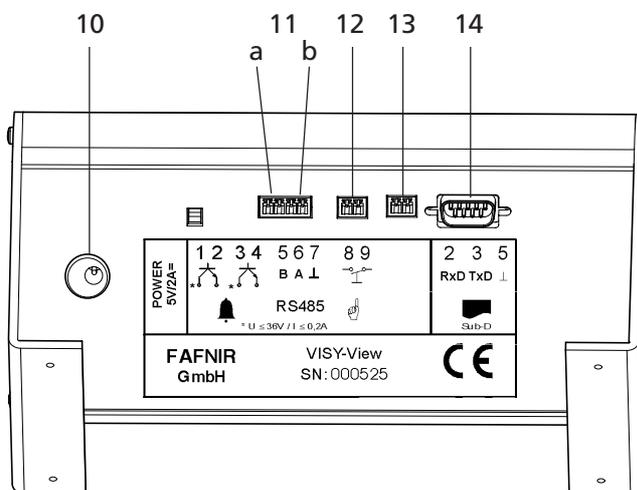

Fig. 2 : Interfaces – VISY-View
La prise de raccordement femelle 13 (cf. figure 2) permet de monter un interrupteur à clé amovible à disponibilité des chauffeurs de camion-citerne, même en cas de fermeture de la station-service. Une rotation répétée de l'interrupteur à clé amovible déclenche l'affichage des données importantes pour les opérations de remplissage réservoir par réservoir. La sélection des trois données parmi toutes les données du réservoir, que l'écran peut afficher, se fait à l'aide du point « DspCamio » du sous-menu de « Configuration » (cf. section « Affichage camion-citerne » du chapitre « Commande »).
5. Raccordez, si besoin est, un interrupteur à clé à la fiche de raccordement 13 (cf. fig. 2).
6. Raccordez VISY-View à l'aide de la fiche de raccordement 10 (cf. fig. 2) et du bloc d'alimentation fourni au secteur.